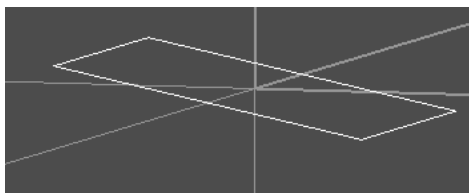

图 1-94 直纹加工建模
- 3) 将构图面切换到空间绘图，连接两端点，如图 1-94 所示。